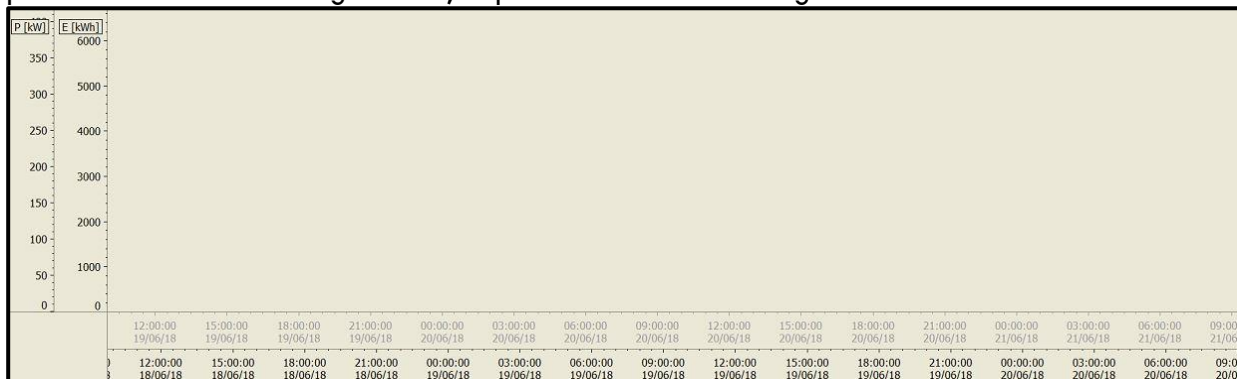

Fig.19. Exprimare mărimi pe ordonată (P, E) și abscisă (t1, t2)
- Butoanele 'P (kW)', 'E (kWh)', 't1' și 't2' dacă sunt acționate prin click stânga mouse apar pe ordonata sau abscisa graficului, după cum se observă în Fig.19.